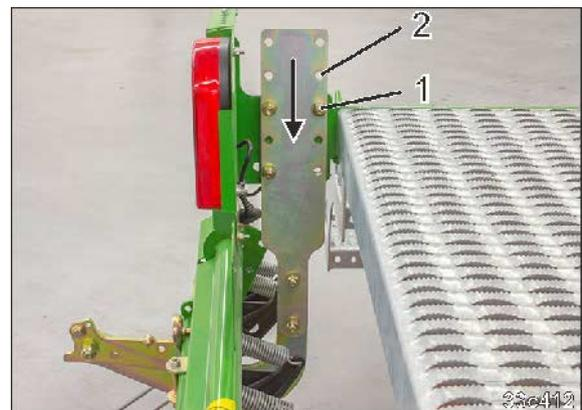

Fig. 173
- 4.1 Soltar los tornillos (Fig. 173/1)
- 4.2 Desplazar el soporte a la nueva plantilla de taladrado (Fig. 173/2)